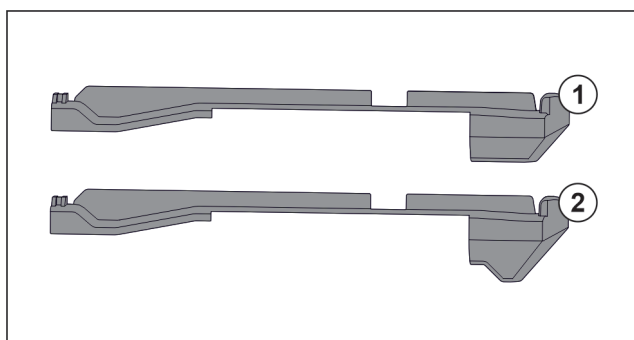

Fig. 108 Сравнение на наставките
В уреда има два вида наставки. Наставката над най-долното чекмедже Fig. 108 (2) има триъгълен ръб. Всички останали наставки Fig. 108 (1) имат прав ръб.
- ▶ Поставете наставката Fig. 108 (2) с триъгълния ръб над най-долното чекмедже.
- ▶ Поставете наставка Fig. 108 (1) с прав ръб на всички останали места.